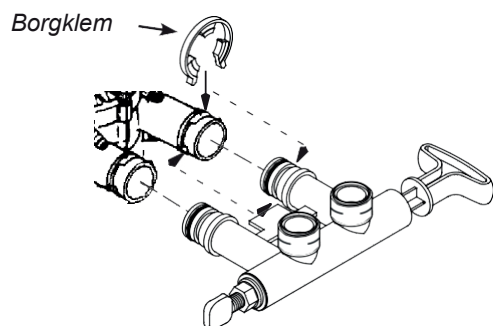

FIG. 6
4. Duw de bypass zover mogelijk in de ontharderklep. (FIG. 6)
5. Klik de twee borgklemmen van bovenaf op hun plaats (FIG. 6).